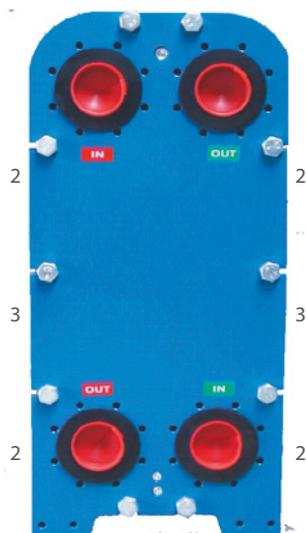

Fig. 10
- Desligue o trocador de calor como descrito no item 7.3;
- Solte os tirantes de aperto uniformemente na ordem correta (fig. 10), ou seja, a placa de pressão deve ter um movimento paralelo de abertura;
- Lubrifique levemente com óleo as roscas dos tirantes de aperto. Não deixe óleo ou graxa sobre as gaxetas ou faces de apoio das gaxetas na parte traseira das placas. Placas molhadas ou contaminadas podem ficar desalinhadas durante o aperto. Neste caso, desmonte, limpe e seque todas as áreas em contato com as gaxetas. Aperte uniformemente todos os parafusos na ordem correta (veja pg. 17, fig. 10). Aconselhamos o uso de chaves de catraca.